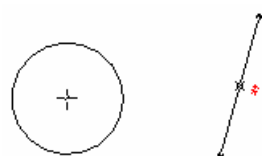

图 4.11.13 移到直线中点
Step7. 沿直线 B 移动小圆圈  , 当移到直线的中点位置时, 可看到小圆圈  变成绿色的  (图 4.11.13), 表明系统已经捕捉到直线的中点。